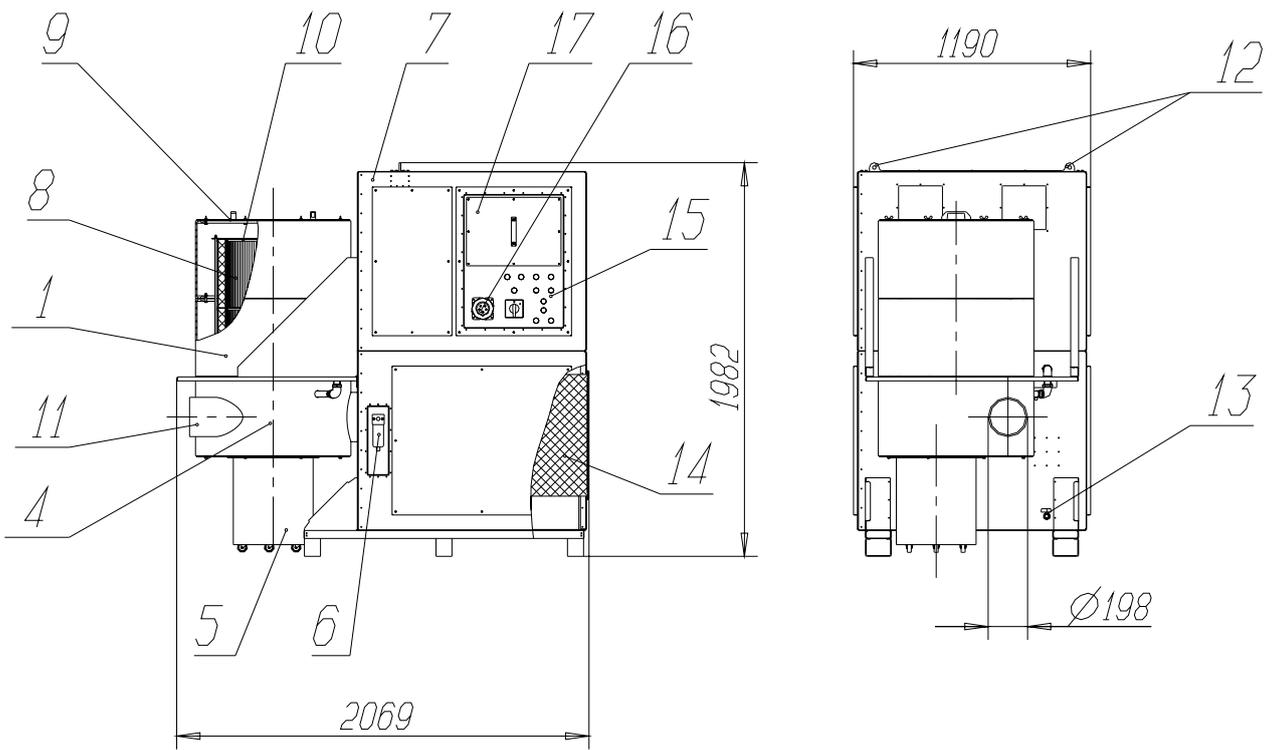
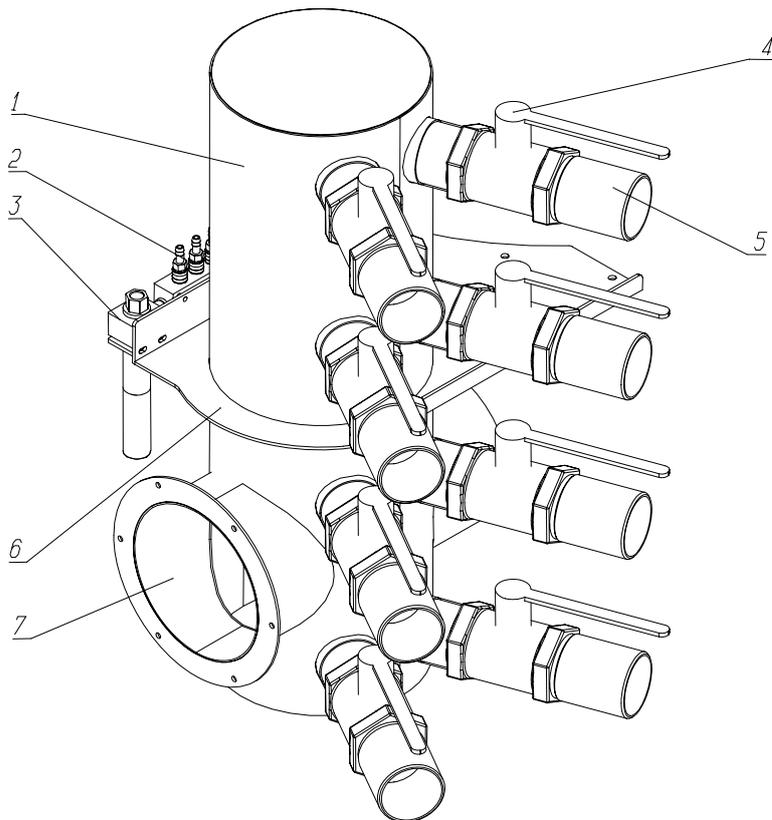

Рис. 1
Рис. 2
3.1. ФВА (рис.1) выполнен в виде единой конструкции, которую условно можно разделить на две части: вентиляторную (7) (в дальнейшем - обозначения позиций относятся к рис.1, если не указано иное) и фильтровальную (9).
В данной модели к фильтровальной части присоединяется коллекторный блок (см. рис. 2).
3.6. На коллекторном блоке (см. рис. 2) установлены:
- шаровые краны (4) с переходниками (5) для присоединения вытяжных шлангов;
- вакуумный насос эжекторного типа (3);
- пневморазветвитель (2) с установленными на нём самозапирающимися быстроразъёмными соединителями с ниппелями для присоединения вакуумных трубок;
- входной патрубков (7) с фланцем;
- 4.5. При использовании улавливающих воронок с вакуумными присосками присоединить вакуумные трубки на ниппели с быстросъемными соединителями на разветвителе (2) (см. рис. 2). К эжекторному насосу (3) (рис.2) подсоединить сжатый воздух от магистрали.
- перекрыть подачу сжатого воздуха от магистрали к масловлагоотделителю (6) (см. рис.1) и к эжекторному насосу (3) (рис.2), стравить остаточный сжатый воздух из ресивера через дренажный кран (13), отсоединить шланги подачи сжатого воздуха.
5.11. Периодически необходимо очищать от возможных загрязнений эжекторный насос (3) (см. рис.2).